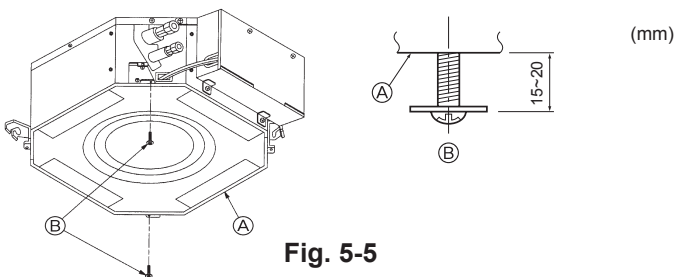

Fig. 5-5
5.3.1. Vorbereitungen (Fig. 5-5)